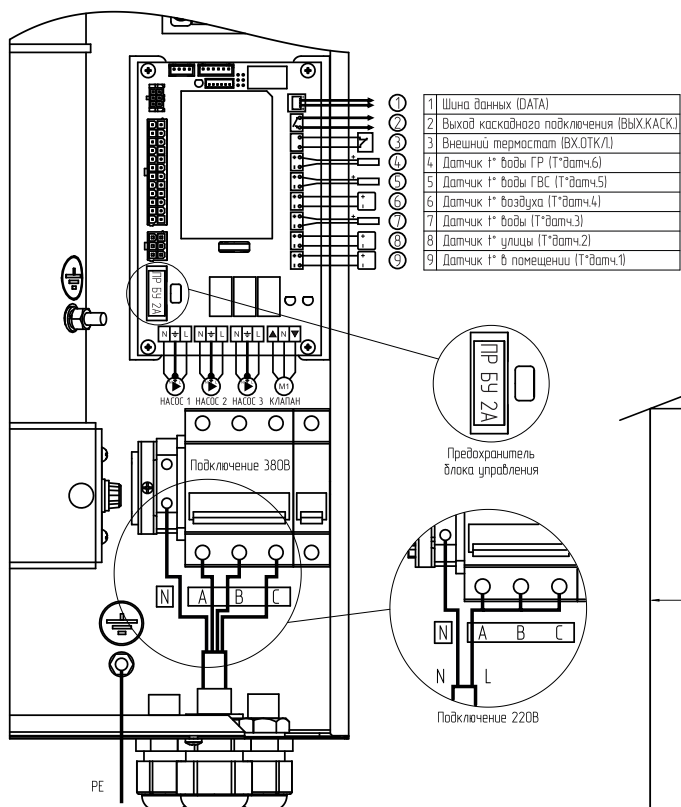

Рис.3 Схема подключения электроводонагревателя
Схема присоединения электроводонагревателя к питающей сети, датчикам температуры, циркуляционному насосу и клапану приведена на Рис.3.
- Подключить электроводонагреватель к трехфазной сети переменного тока 380 В, 50 Гц, для этого присоединить рабочий нулевой провод на клемму нейтраль (N) электроводонагревателя, фазные провода на клеммы А, В, С вводного автомата. Защитный нулевой провод (РЕ) подключить на болт «ЗАЗЕМЛЕНИЕ» (см. Рис.3);
- При питании электроводонагревателя от однофазной сети переменного тока 220 В, 50 Гц присоединить рабочий нулевой провод на клемму нейтраль (N) электроводонагревателя, а фазный на клеммы А, В, С вводного автомата, защитный нулевой провод (РЕ) должен подключаться к клемме «ЗАЗЕМЛЕНИЕ» (см. Рис.3). Для соединения клемм А, В, С вводного автомата в комплекте имеется специальная перемычка (только для ZOTA-4,5...ZOTA-9), которая устанавливается на вводных клеммах автомата (см. Рис.3);
- Присоединить датчики температуры воздуха помещения (tдатч1) и на улице (tдатч2) к колодкам на блоке управления, проводом с сечением не менее 0,5 кв.мм и длиной до 20 м как показано на Рис.3. Необходимо строго соблюдать полярность, обозначенную на схеме при подключении датчиков температуры. Маркировка проводов датчиков температуры воздуха: красный (+), синий (-).
- Присоединить провода (L,N,заземление) от насосов к соответствующим контактам на клеммной колодке котла как показано на Рис.3. Мощность, потребляемая каждым насосом не должна превышать 200 Вт.
- При необходимости присоединить провода (откр_общ_закр) от двигателя трехходового смешивающего клапана к соответствующим контактам на клеммной колодке котла как показано на Рис.3. Мощность двигателя привода не должна превышать 20 Вт при напряжении ~220 В.